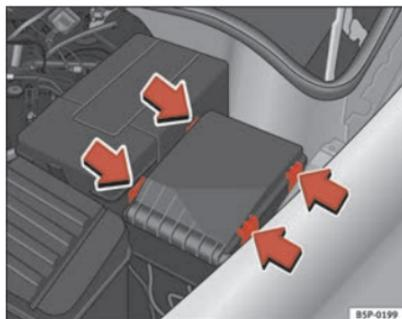

Fig. 185 Tapa de la caja de fusibles en el compartimento motor
- Retire la tapa de fusibles del compartimento del motor haciendo presión sobre las lengüetas hacia el centro de la tapa ⇒ fig. 185.